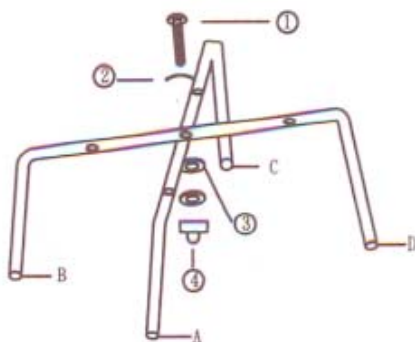

Figura 1
- ☞ sovrapporre, orientare e fissare le gambe (strutture ad "U") come mostrato in Figura 1 utilizzando chiave e cacciavite;